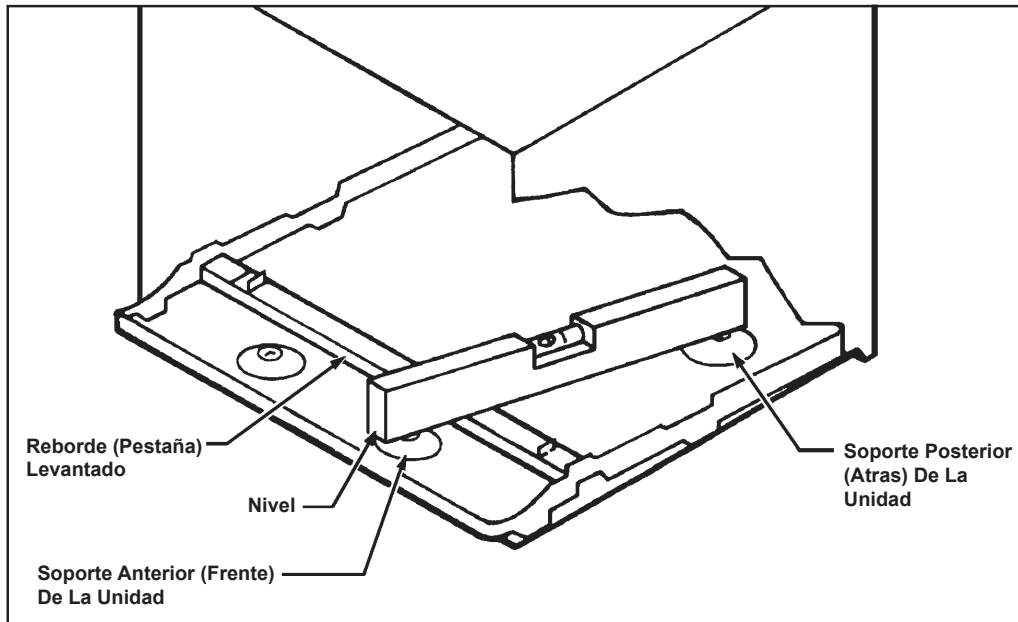

Figura 8
- PASO 1** La BASE DE EMPOTRAJE WSC se debe colocar de tal forma que LA EXTENSION PARA DRENAJE se extienda por lo menos  $\frac{3}{16}$ " de pulgada más alla de la PARED EXTERIOR (Ver Figura 8).
- PASO 4** La BASE DE EMPOTRAJE WSC también se debe instalar con un pequeño declive hacia la parte exterior de la edificación. Colocando un NIVEL de tal forma que se apoye en los SOPORTES ANTERIOR Y POSTERIOR, como es muestra en la Figura 8, se proporciona el declive requerido.